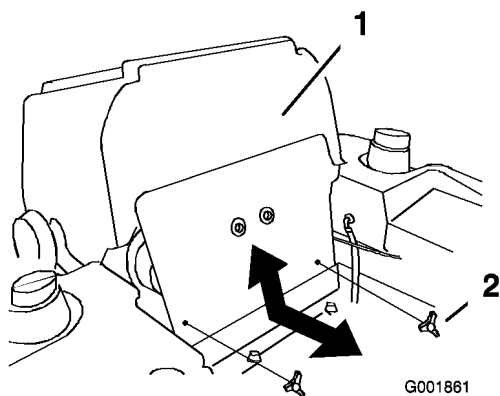

Figure 38
1. Basculez le siège en avant et déposez le panneau avant du moteur (Figure 38).